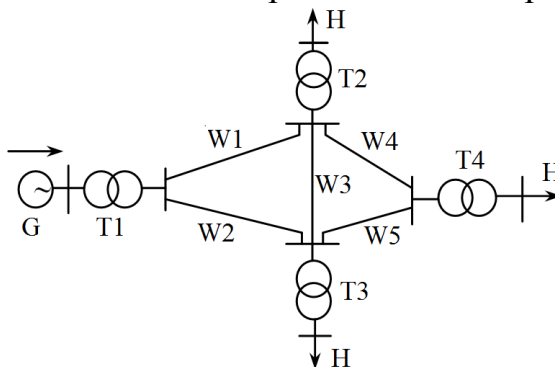

Рис. 3.1. Принципиальная схема электрической системы
1. Выберите направления токов принимаемых за положительные и составьте матрицы инцидентий M и N для схемы электрической сети представленной на рис. 3.1.